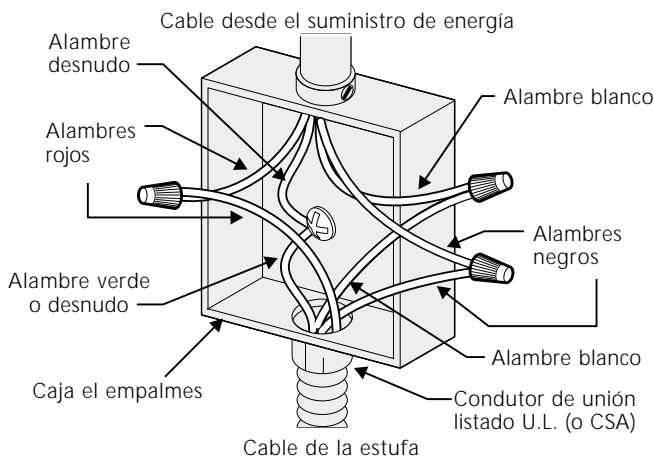

Figura 3 – SISTEMA ELECTRICO DE 4 ALAMBRES
2. Cuando se está conectando a un sistema eléctrico de 4 alambres o se está instalando en una casa móvil o cuando los códigos locales no permiten la conexión de conductor de puesta a tierra por el gabinete con el alambre neutro (blanco) de la caja de empalmes (vea figura 3)